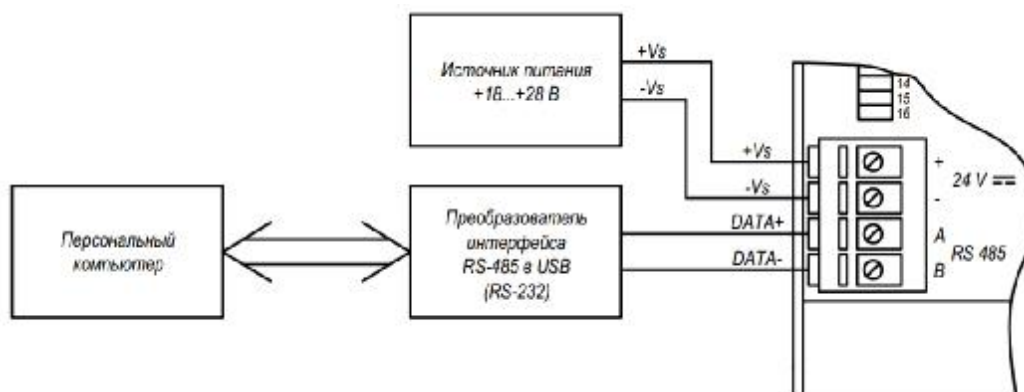

Рисунок 1.4 – Подключение модуля к порту ПК
1.4.2.1 Для конфигурации модуля может быть использован офисный ПК стандартной комплектации, имеющий порт RS-232 или USB. Модуль подключается с помощью преобразователя интерфейса RS-232 в RS-485 (USB в RS-485) (рисунок 1.4).